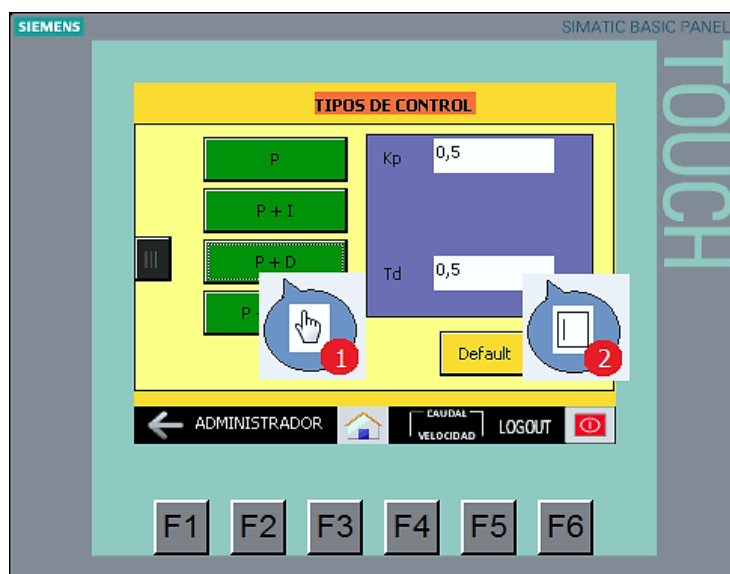

Figura 3.26: Configuración del control proporcional derivativo.
Para configurar este tipo de control se debe ingresar oprimiendo el botón de control proporcional derivativo (PD), entonces se mostrarán activas las constantes de ganancia proporcional  $K_p$  y tiempo derivativo  $T_d$  como parámetros configurables (figura 3.26).